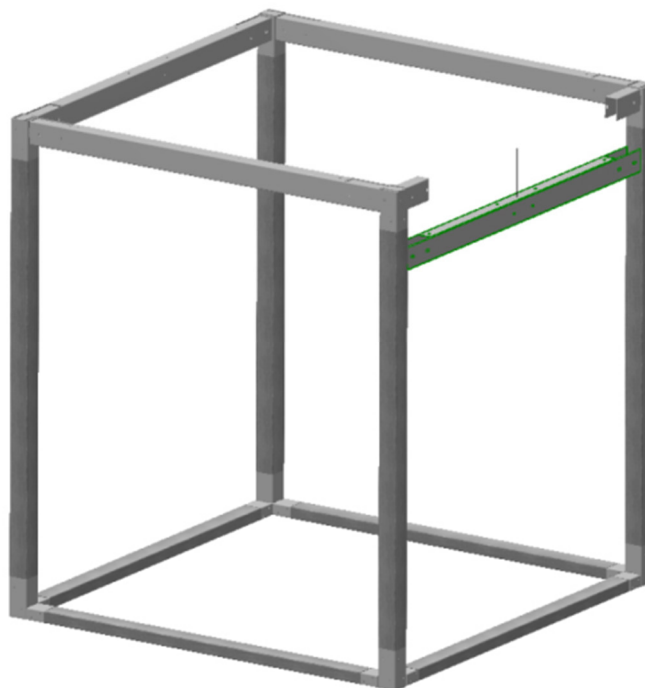
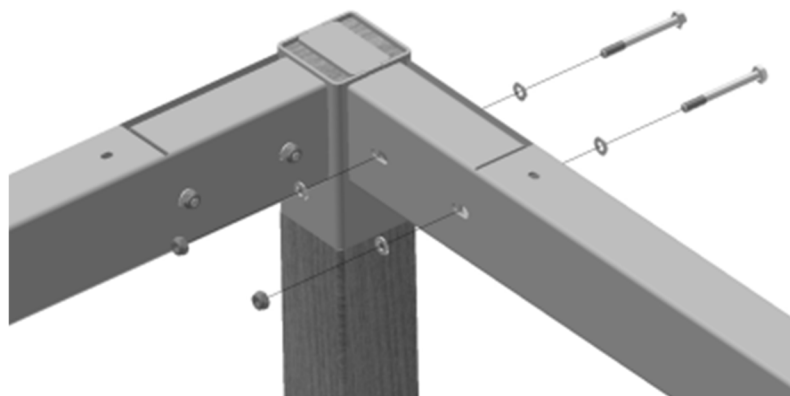

Abbildung 6: Anbringung der Seitenteile
Abbildung 7: Befestigung der Seitenteile
Schieben Sie nun die Seitenteile (⑦+⑧) von unten auf die Eckverbinder ② (siehe Abbildung 6) und arretieren sie diese mit den entsprechenden Schrauben (siehe Abbildung 7). Schrauben Sie die Muttern mit der Hand auf die Schrauben, aber ziehen sie diese noch nicht fest. Die endgültige Fixierung erfolgt später. Achten Sie darauf, dass sich immer die gleichen Seitenteile gegenüberliegen (mit und ohne Loch).